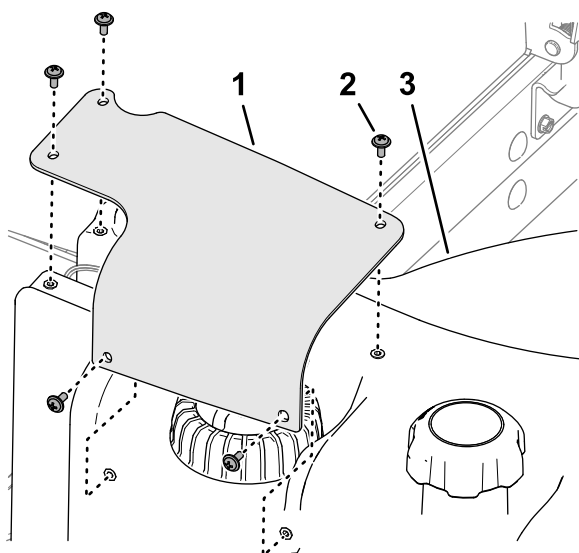

Figura 123
2. Îndepărtați cele 5 uruburi cu cap Phillips care fixează capacul transmițătorului pentru combustibil pe rezervorul de combustibil și scoateți capacul (Figura 123).